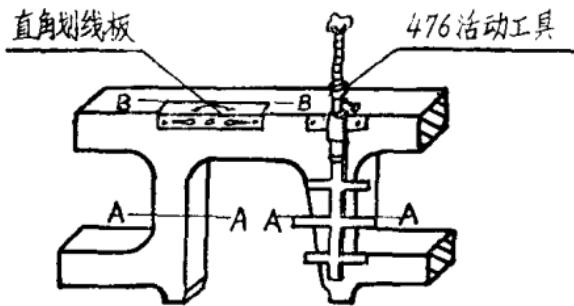

图 1-4
1. 用专用工具，以车架上平面为基准，检查左右侧80毫米基准刻印距车架上平面的高度是否相等，不相等时应修正。同时并通过80毫米刻印，在车架外侧面划水平线A-A(图1-4)。